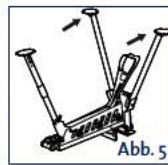

Abb. 5
3. Klappen Sie die vorderen Standbeine (7) nach vorn, bis sie einrasten. Siehe Abb. 5.